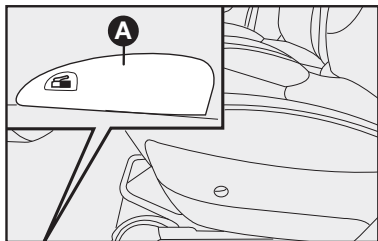
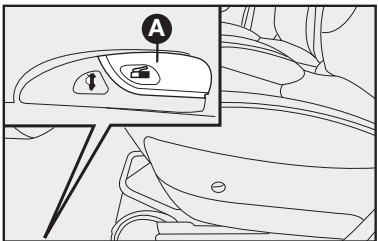

fig. 96
fig. 97
- Destravar a tampa de acesso ao bocal de abastecimento por dentro do veículo, através da alavanca **A-fig. 96** ou **A-fig. 97** conforme a versão. Levantar a alavanca pela parte dianteira.